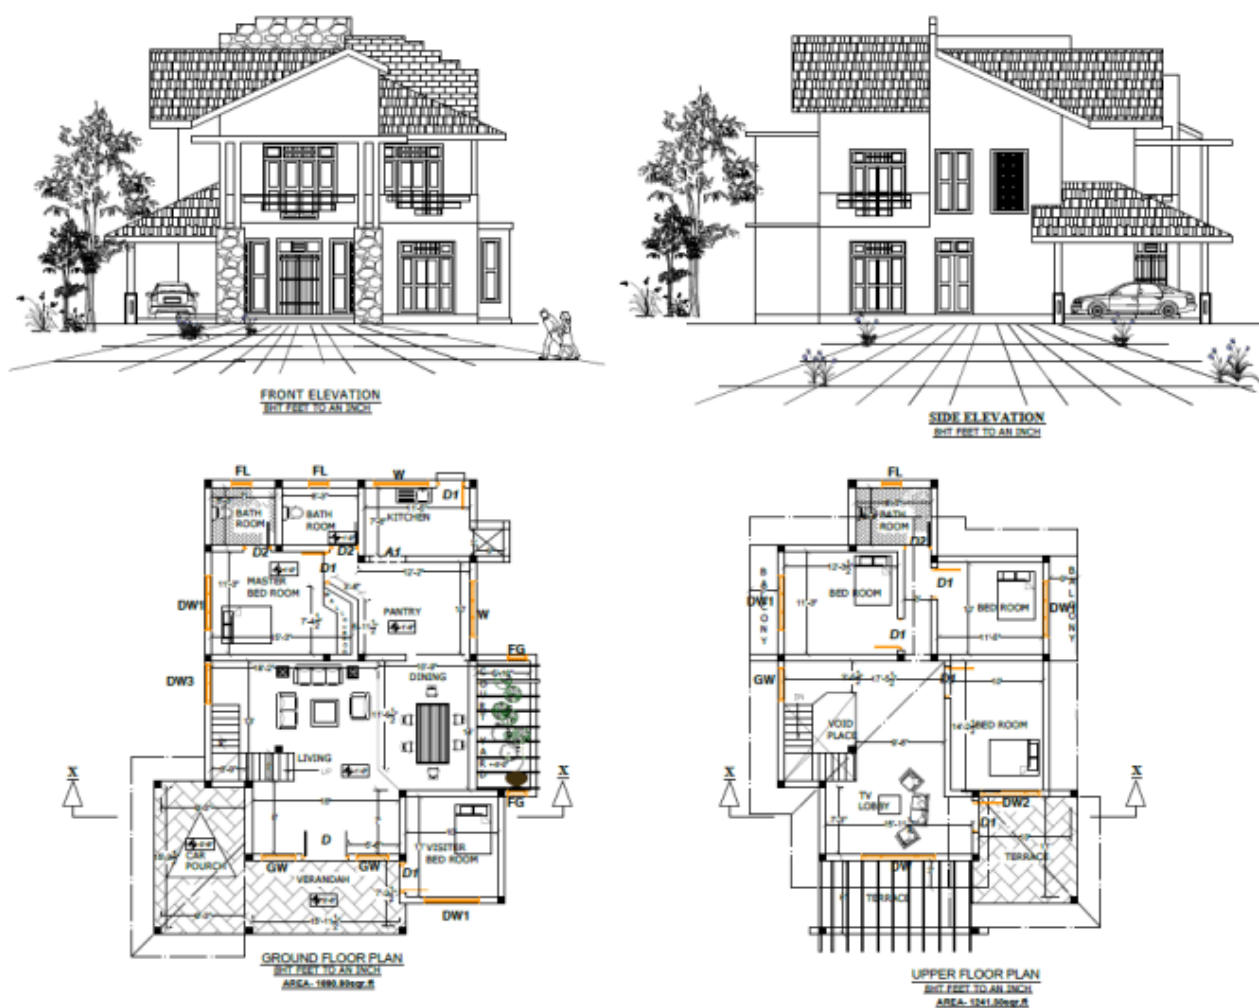

Рис. 1.3 Архитектурный чертеж
– *архитектурный чертеж* относится к функциональному дизайну и эстетике зданий, выделению декоративных и отделочных элементов и т. д. (рисунок 1.3);